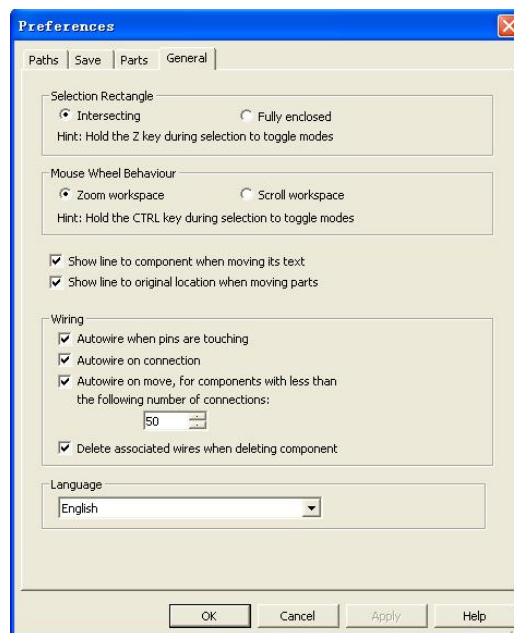

图 1-9 General 选项卡
④ Digital Simulation Settings 数字仿真设置。
4) General 选项卡如图 1-9 所示。General 选项卡用于设置常规选项。